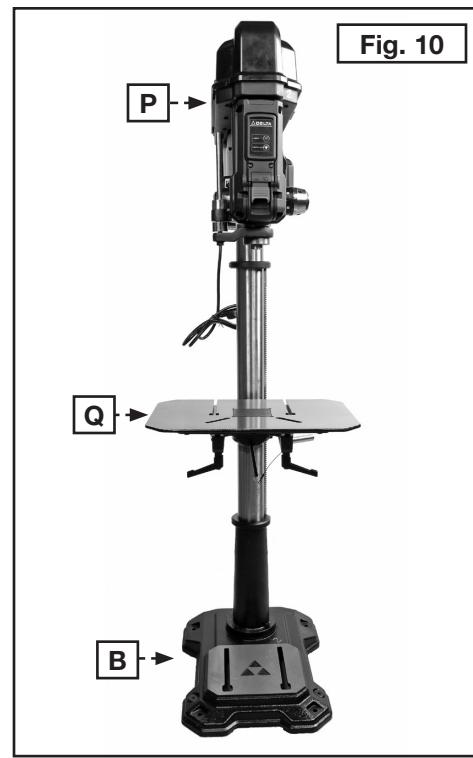

Fig. 10
2. Alignez la tête (P), fig. 10, avec le plateau (Q) et la base (B).